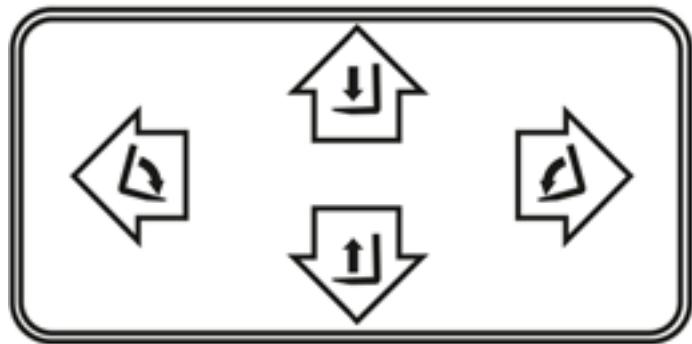

Fig.6
Los movimientos del mástil se controlan con el mando (4). Este mando acciona los movimientos de elevación y descenso del mástil, así como la inclinación de acuerdo a las indicaciones de la Fig. 6.
Mast movements are controlled via control (4). This acts on the raising, lowering and tilting movements of the mast as shown in Fig. 6.